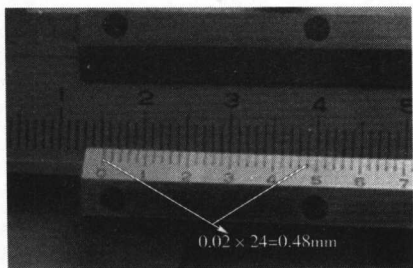

图 1-5 副尺上读 0.48mm
(2) 观察副尺上零刻线右边第几条刻线与主尺某一刻线对得最准, 将游标卡尺精度乘以副尺上的格数, 即为毫米小数值。本例中副尺上零刻线右边第 24 条刻线与主尺上整数 4 刻线对得最准, 因此将 $24 \times 0.02 = 0.48\text{mm}$ 作为毫米小数值, 见图 1-5 所示。